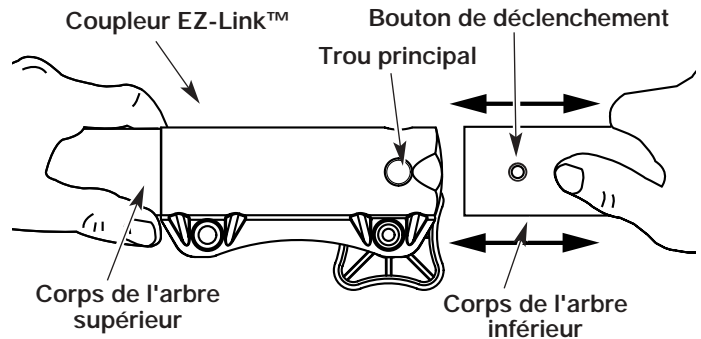

Fig. 15
2. Tenez fermement l'accessoire et enfoncez-le tout droit dans le coupleur EZ-Link™ (Fig. 15).